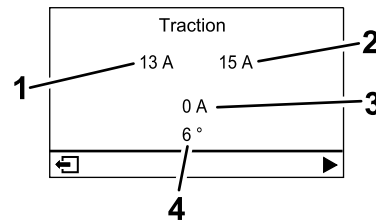

Figura 23
- **Pantalla de motor de tracción (Figura 23):** muestra el ángulo de dirección actual y el amperaje asignado a cada motor de tracción.